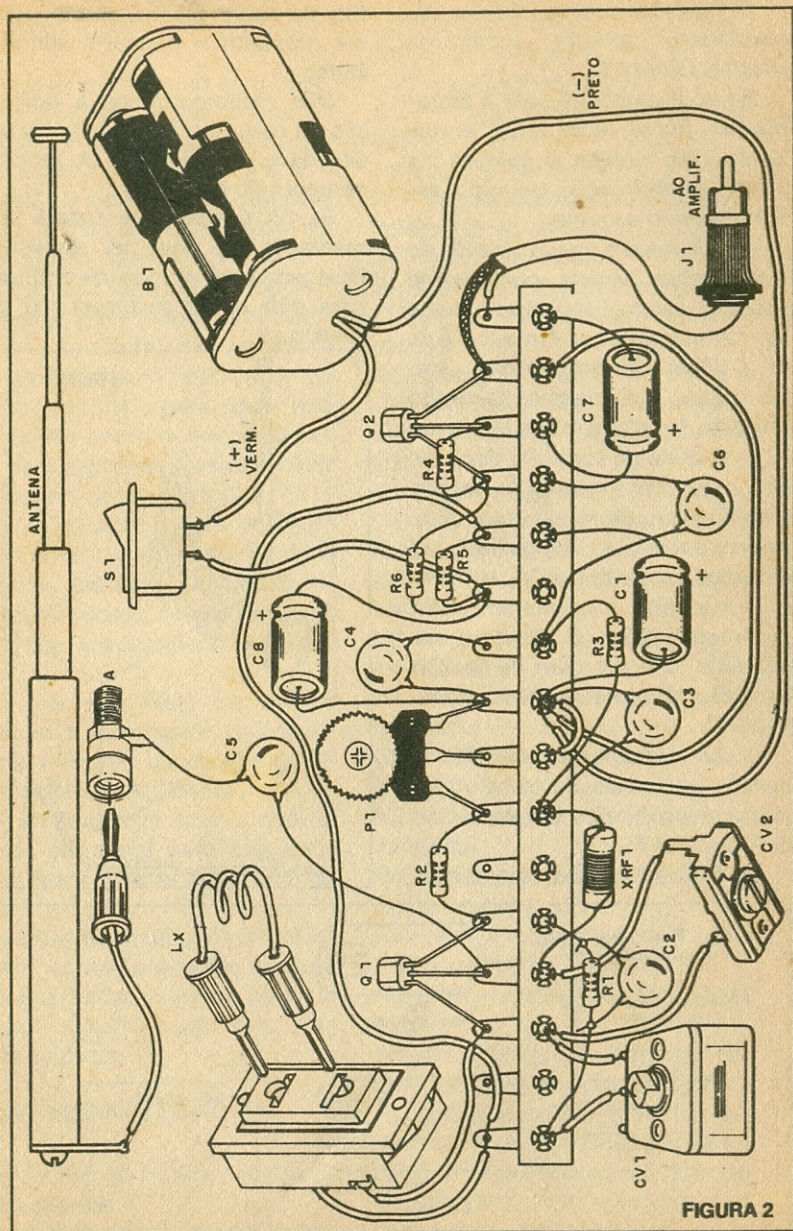

FIGURA 2
Na figura 2 temos a montagem numa ponte de terminais. Nada impede que os mais habilidosos desejando uma montagem de maior estabilidade e confiabilidade a realizem em placa de circuito impresso.
h) A saída de som (J1) deve ser de acordo com a entrada de seu amplificador. Normalmente utiliza-se a entrada AUX (auxiliar) que emprega jaque tipo RCA, daí termos ilustrado a montagem com um plugue RCA. O fio deve ser blindado com a ordem de ligação da malha e fio central mostrada na figura 2.